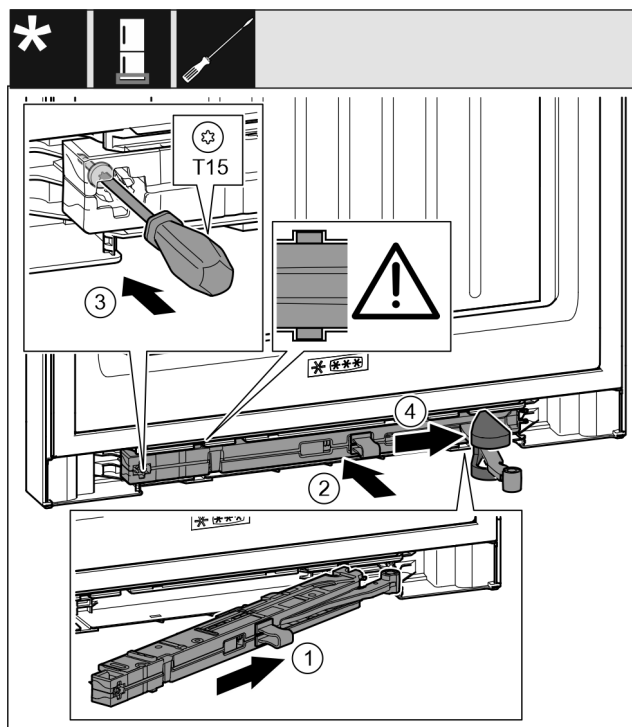

Fig. 57
- ▶ Inserire in diagonale l'unità dell'ammortizzatore di chiusura Fig. 57 (1) nel vano sul lato del blocco di supporto fino a battuta.
- ▶ Inserire completamente nel vano l'unità dell'ammortizzatore di chiusura Fig. 57 (2).
- ▶ Stringere la vite Fig. 57 (3) con un cacciavite.
- ▶ Spostare la copertura Fig. 57 (4) sul giunto.